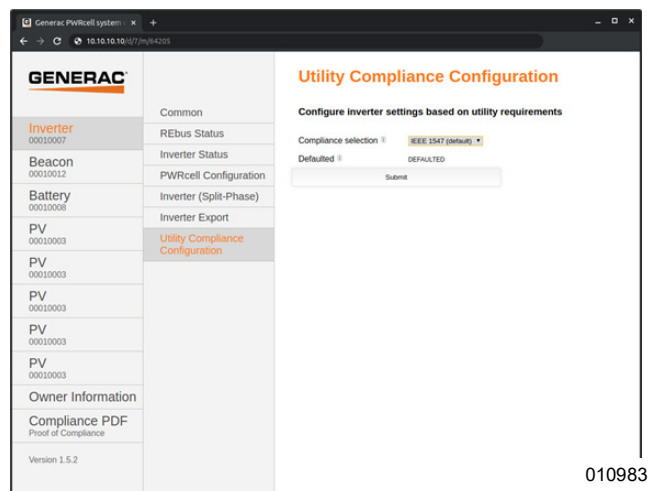

Figura 6-28. Configuración de cumplimiento con la empresa de energía eléctrica
2. Consulte la Figura 6-28 Haga clic en Utility Compliance Configuration (Configuración de cumplimiento con la empresa de energía eléctrica) y seleccione la norma de cumplimiento de energía eléctrica adecuada en el menú en la parte inferior de la página. Haga clic en Submit (Enviar) para aplicar la norma de cumplimiento. Los ajustes ingresados no tendrán efecto hasta que se haya hecho clic en el botón Submit.